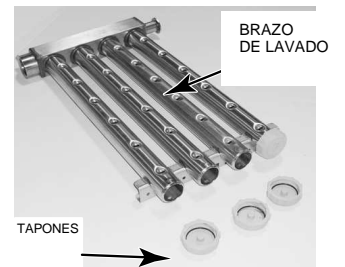

Fig. 31
5. Saque los brazos de lavado, los tapones de estos (Fig. 31) y quite la obstrucción de la esprea. Lave los brazos y vuelva a colocar los tapones.